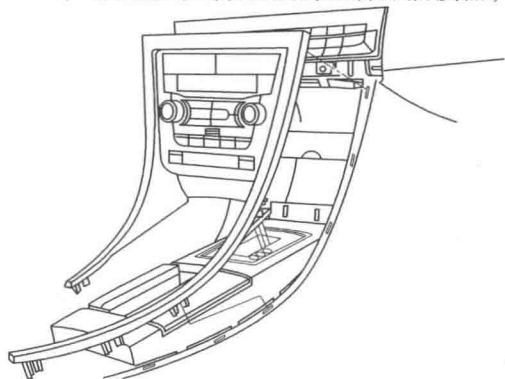

图 2-12 拆下中控台面板饰条
- 3) 松开 9 个将中控台面板饰条固定到中控台上的夹子, 拆下中控台面板饰条, 如图 2-12 所示。